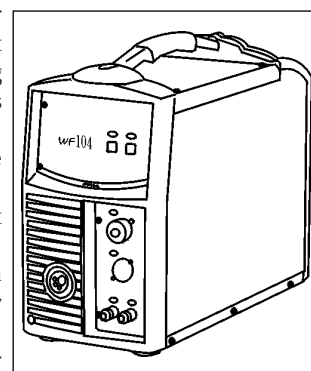

Fig. 5
2.2.1 Kabelforsyner WF104 (Fig. 5)